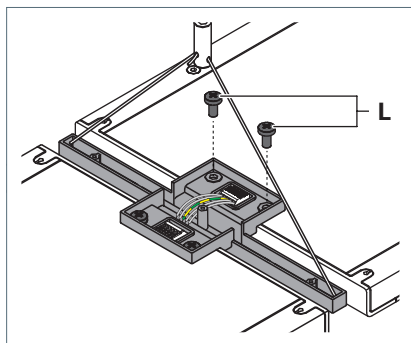

Fig. 15: Relier les luminaires.
- Reliez l'élément de liaison du luminaire déjà monté et le luminaire à relier en chaîne avec les vis livrées **L**, voir Fig. 15.